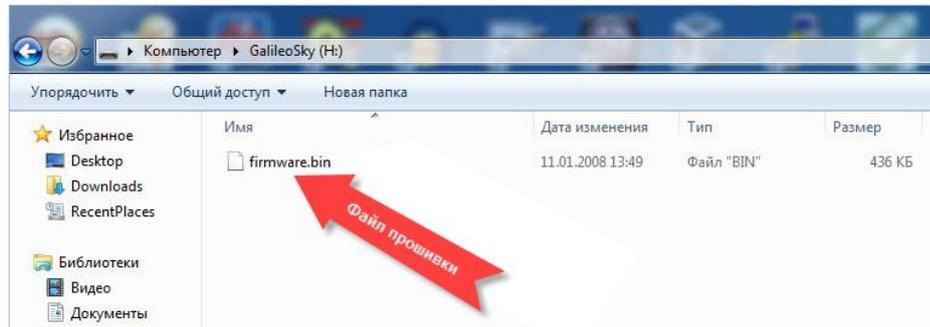

Рисунок 7. Содержимое съемного носителя «GalileoSky»
1. открыть содержимое съемного носителя «GalileoSky» и удалить расположенные в нем файлы (Рис. 7);